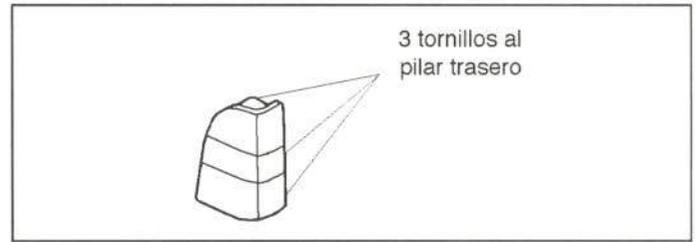

Figura 55.- Unión del piloto trasero
En la figura 55 se muestra la unión de este elemento.
- Piloto trasero (figura 55).